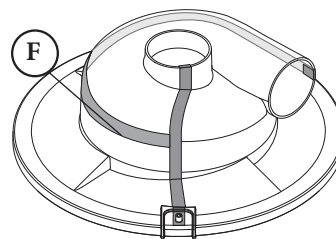

FIG. 6a
6. Install the Metal Tape (F) to the Lid Separator (A) so that the inlet, outlet, and flange are attached by a continuous, conductive path as shown in [FIG 6a]. The Metal Tape should wrap 1/4" around the edge of each opening.
6. Instale la Cinta Metálica (F) a la Tapa Separadora (A) para que la entrada, la salida, y la brida están unidos por un camino conductivo continuo como se muestra en [FIG. 6a]. La Cinta Metálica debe envolverse ¼" alrededor del borde de cada abertura.